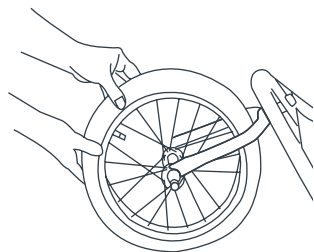

Abb. 2
- 2) • Schieben Sie das Vorderrad auf die Vordergabeln (Abb. 2).